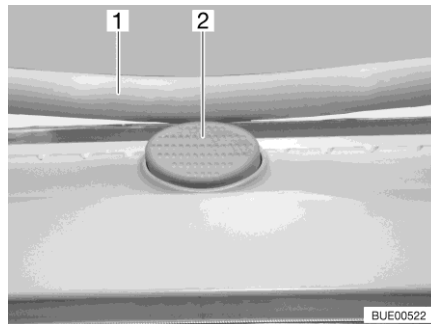

Fig. 31 Botón de seguridad (claraboya Heki)
Abrir: ■ Pulsar el botón de seguridad (Fig. 31,2) y tirar el estribo (Fig. 31,1) hacia abajo con ambas manos.
■ Presionar el estribo hacia arriba con ambas manos hasta que el estribo se encuentre encima del botón de seguridad (Fig. 31,2).
- Pulsar el botón de seguridad (Fig. 31,2) y tirar el estribo (Fig. 31,1) hacia abajo con ambas manos.